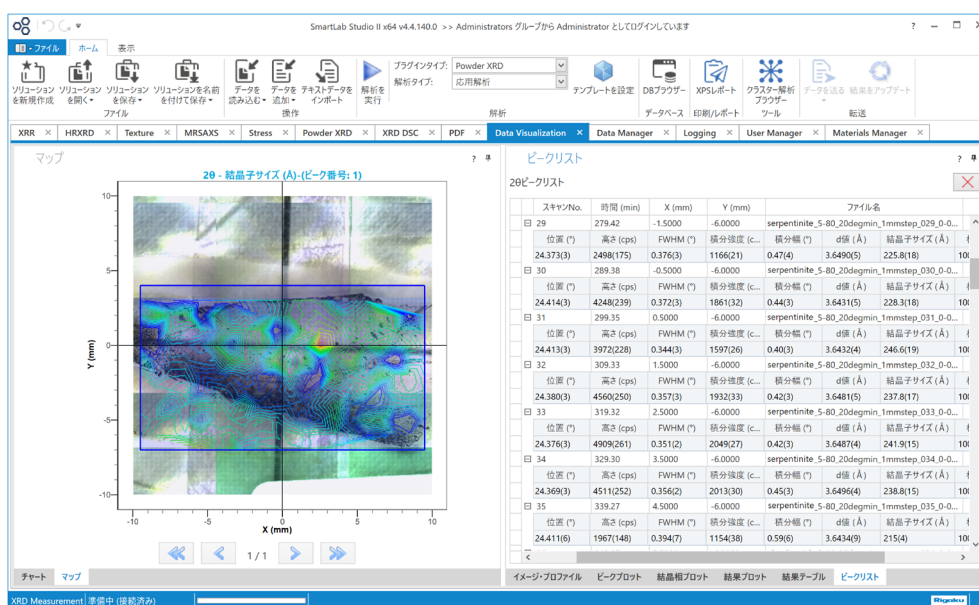

図7. 蛇紋岩の薄片の写真上に結晶子サイズをマッピング。
4.1節と同様、あるピーク（ 24.4° 付近）のピークサーチを行い、蛇紋岩の写真に結晶子サイズの分布をマッピング表示しました（図7）。試料の写真が見えるように、ドット表示ではなく、ここでは等高線表示を適用しました。これを見ると、蛇紋岩が黒くなっている部分の等高線が青色で表示され、それ以外の部分が緑または黄や赤で表示されています。黒い部分がそれ以外の部分に比べて $50 \text{ \AA}$ 程度結晶子サイズが小さくなっているのがわかります。
図7の等高線をよく見ると、左下および右上の角付近が欠けています。これは4.1節でも述べた通り、その原因について、左下および右上の測定点を選択して表示される回折パターンから確認することができます。Data Visualization プラグインにはスライドショーの機能が用意されており、ひとつひとつ測定点を選択しなくても、1番の測定点から順番に選択され、対応する回折パターンが右側のイメージ・プロファイルパネルに表示されるようになっています。スライドショーを見ると、等高線が欠けている部分は、回折ピークがない非晶質のみのパターンになっており、こ